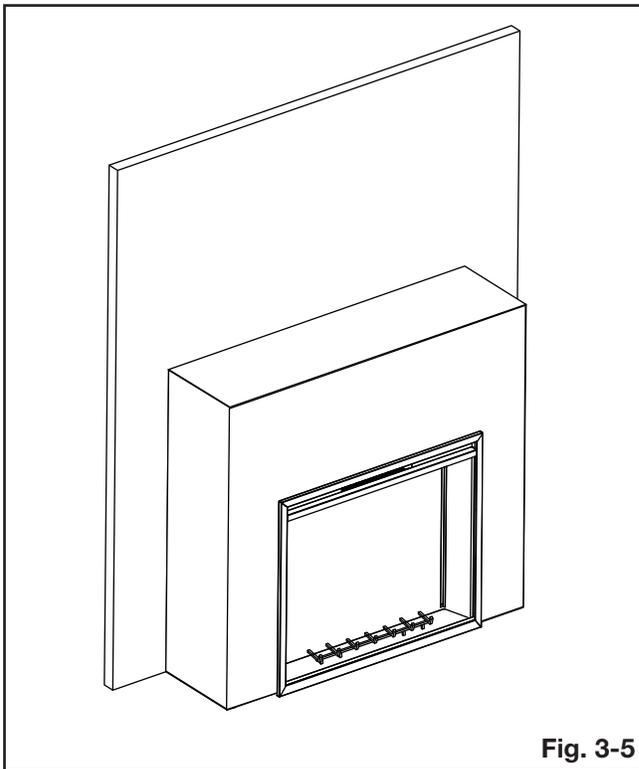

Fig. 3-5
5. Soigneusement soulevez l'appareil dans l'ossature approximatif (**Fig. 3-5**).